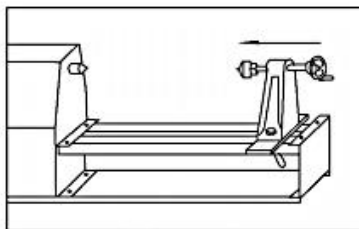

Figure 1
1. Déplacez l'ensemble de la contre-pointe à proximité de l'ensemble du centre d'entraînement (comme sur la figure 1).